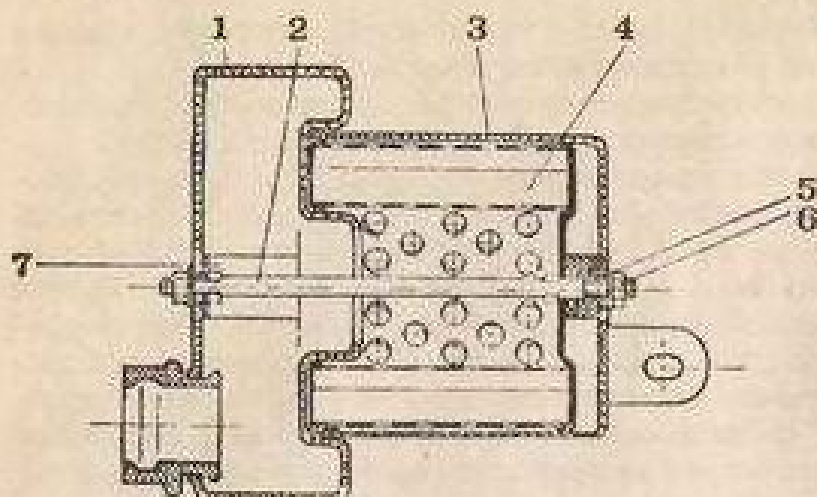

Рис. 12. Схема установки воздушного очистителя:
**ВОЗДУШНЫЙ ОЧИСТИТЕЛЬ** (рис. 12) состоит из бумажного фильтрующего элемента 4, который устанавливается на ресивере 1 и крепится к нему шпилькой 2, упором 7, шайбой 5 и гайкой 6. Бумажный фильтрующий элемент установлен в корпусе 3.